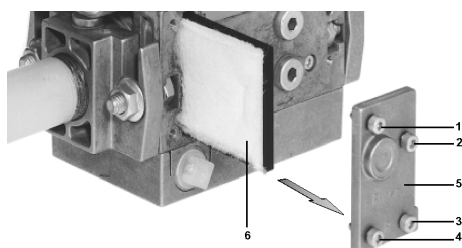

Fig. 18
- 2 Svitare le viti 1 ÷ 4 con una chiave esagonale n. 3 e togliere il coperchio del filtro 5 in Fig. 18.